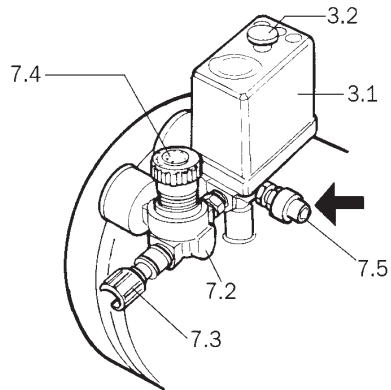

fig. 7
**B** - Incorrecto funcionamiento del reductor de presión 7.2 (fig. 7).